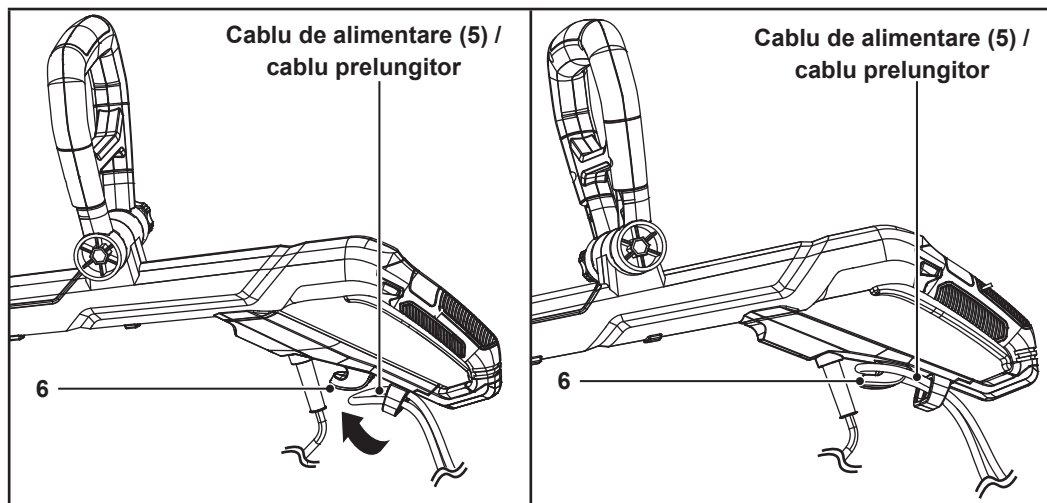

Fig. 8
**Numai pentru Regatul Unit:** Prinde cablul de alimentare (5) în elementul de detensionare a cablului (6) în locul cablului prelungitor. Suspendă cablul de alimentare așa cum se descrie în următorii pași.
1. Formează o buclă la capătul cablului prelungitor. Introdu bucla prin deschiderea din elementul de detensionare a cablului (6) (fig. 8).
2. Prinde cablul prelungitor în cârligul elementului de detensionare a cablului (6) (fig. 8). Lasă cablul prelungitor să atârne liber cel puțin 60 cm.
3. Conectează ștecărul (5) la cablul prelungitor.